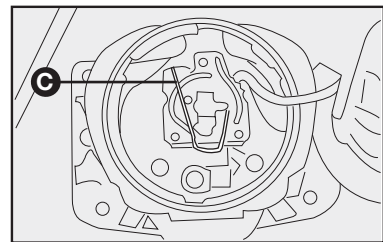

fig. 30
3) retirar o conector e, em seguida, o porta-lâmpada pressionando a presilha **C**–**fig. 30** para frente abrindo lateralmente para a direita.